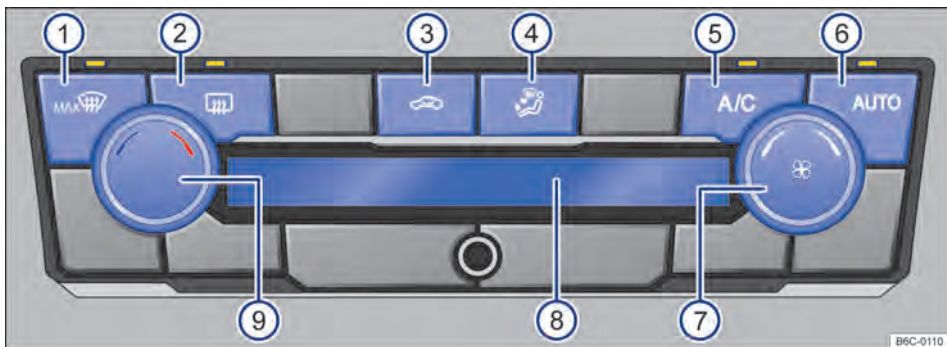

Fig. 82 Comandos do Climatronic.
- *Climatronic*: girar o regulador do ventilador para a esquerda até o batente → Fig. 82 ⑦
Com o botão **AUTO** → Fig. 82 ⑥ é possível ligar o modo automático do Climatronic.
O modo automático garante temperaturas constantes no interior do veículo. A temperatura do ar, o volume de ar e a distribuição de ar são regulados automaticamente. O funcionamento automático se desliga quando a ventilação é alterada manualmente ou com a alteração da distribuição de ar através do botão → Fig. 82 ④ pressionar.
- *Climatronic*: girar o regulador rotativo esquerdo → Fig. 82 ⑨.
No display do Climatronic → Fig. 82 ⑧ é indicada a temperatura ajustada.
- *Climatronic*: girar o regulador do ventilador → Fig. 82 ⑦.
- *Climatronic*: pressionar o botão → Fig. 82 ④ para posição desejada, a distribuição selecionada será indicada no display ⑧.
- *Climatronic*: pressionar o botão  → Fig. 82 .